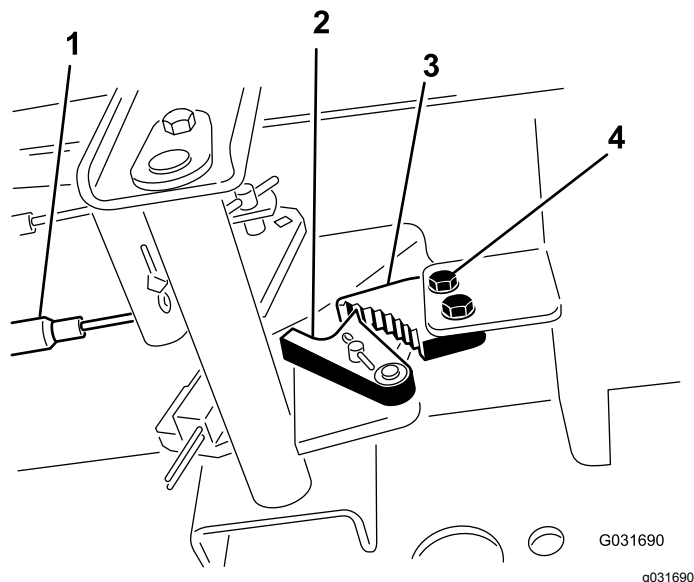

図 86
1. 駐車ブレーキのツメをフレームに固定しているねじ2本をゆるめる 図 86。
2. ブレーキのツメが戻り止めに完全に掛かるまで駐車ブレーキペダルを前に踏み込む(図 86).